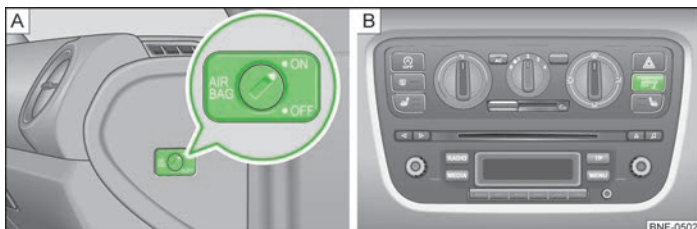

Fig. 86 Comutator cu cheie / lampă de control
- ▶ Airbag-ul decuplat este indicat pe zona centrală a bordului prin aprinderea lămpii de control **PASSENGER AIR BAG OFF**  » fig. 86 la pagina 89 - B.
- > Cu ajutorul cheii, rotiți fanta comutatorului cu cheie în poziția **OFF** » fig. 86 - [A].
- > Verificați, dacă, cu contactul pus, luminează lampă de control **PASSENGER AIR BAG OFF** ☒ de pe zona centrală a bordului » fig. 86 - [B].
- > Cu ajutorul cheii, rotiți fanta comutatorului cu cheie în poziția **ON** » fig. 86 - [A].
- > Verificați, dacă, cu contactul pus, nu luminează lampă de control **PASSENGER AIR BAG OFF** ☒ de pe zona centrală a bordului » fig. 86 - [B].